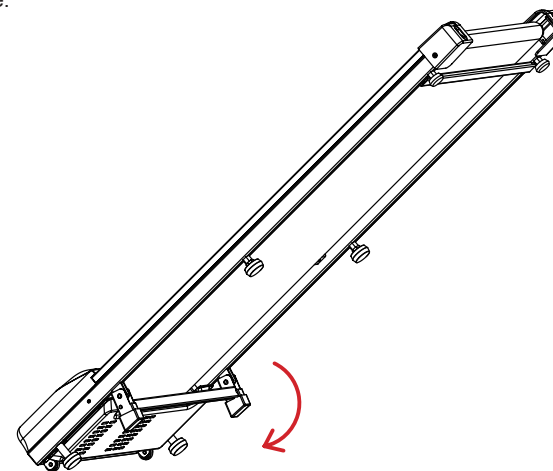

Figura 1
3. Regolazione dell'inclinazione: Sollevare il tapis roulant dalla parte posteriore e calciare la staffa di regolazione dell'inclinazione in direzione della freccia nella Figura 1, in modo che il tapis roulant possa raggiungere un'inclinazione maggiore, quindi ruotare il cuscinetto centrale del piede verso il basso fino a quando non è appoggiato al suolo e mantenere l'equilibrio, come illustrato nella Figura 2.